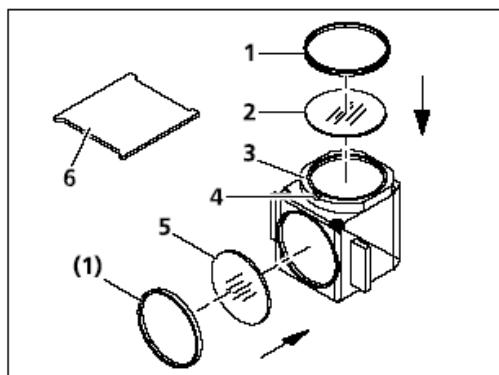

图 3-42 更换反射镜模块的滤光片
- 将反射镜模块FL P&C（图3-42/3）从反射镜转盘上取下，将其放在一旁（同时参考3.1.6章）。
- 使用原配工具拧下附加套环（图3-42/1）。
- 翻转反射镜模块，让滤光片（图3-42/2或5）掉入到一个松软的干净擦镜纸表面。
- 将发射滤光片插到图3-42/2，将激发滤光片插到图3-42/5。然后用附加套环（图3-42/1）固定。
发射滤光片和激发滤光片都有名称和箭头。箭头表示滤光片在反射器模块上的安装方向，且总是指向内部（参见图3-42的箭头）。
把适当的发射滤光片安装到相应的反射镜模块时，标记应对准定位槽（图3-42/4）。这样做将保证反射镜模块内的顶角均等，并可补偿图像偏移或者使图像的偏移达到最小——Zeiss 滤光片组的图像偏移量已经很小——这样做能使之甚至更小。